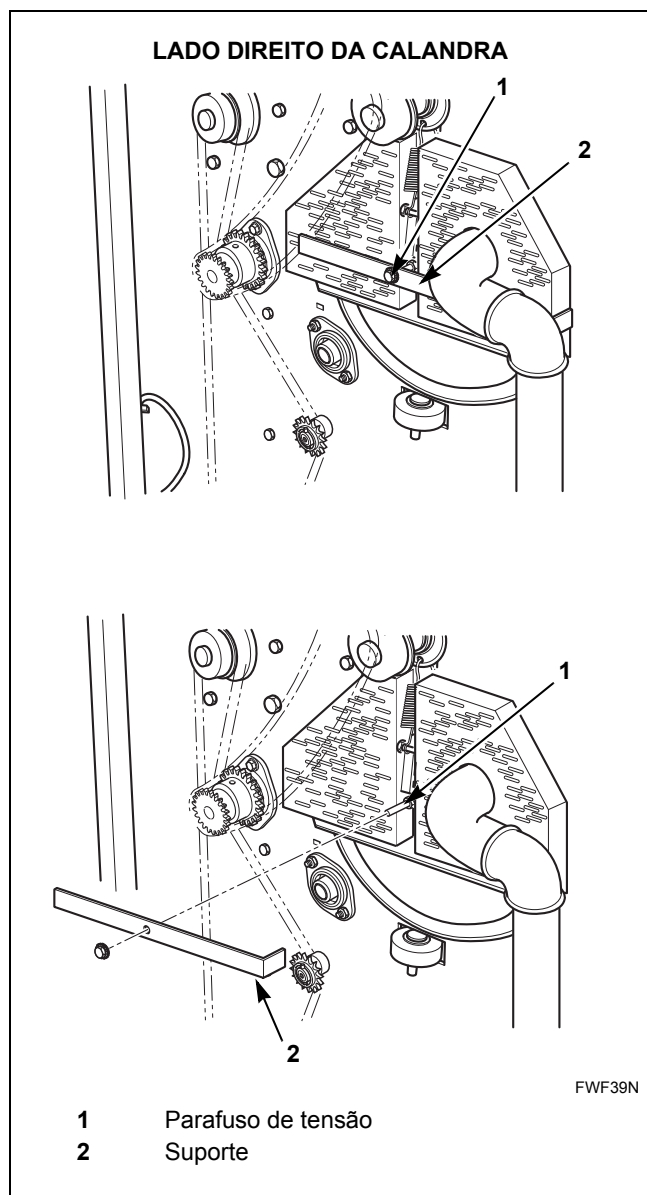

Figura 29
2. Localize os sistemas de tensão da cinta de devolução em cada um dos lados da calandra. Consulte a *Figura 29*.